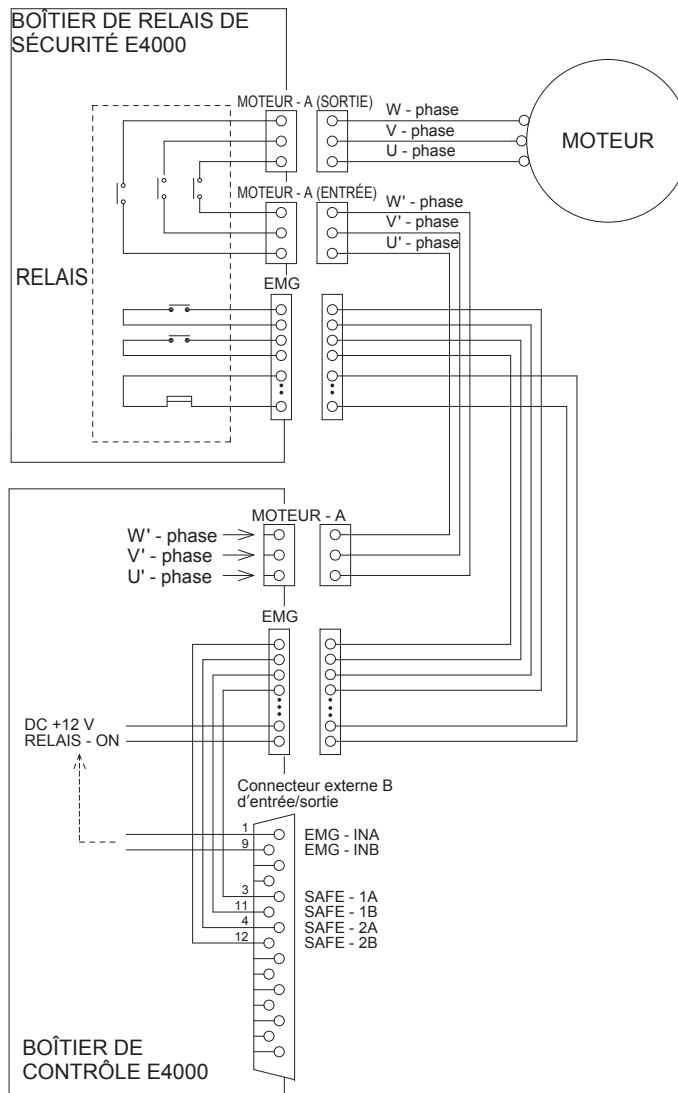

Fig. 35
③ Signal de relais de sécurité (Broche No. 3 - No. 11, No.4 - No.12).
- Si les contacts (NO) du relais de sécurité normalement ouverts se touchent à cause d'une surcharge ou d'un court-circuit, la séparation des contacts (NC) normalement fermés est maintenue avec un espace de plus de 0,5 mm par le mécanisme de recul du relais.
- Tension appliquée (V) \leq DC+30 V
- Référez-vous à la figure 35 pour les schémas de connexions.